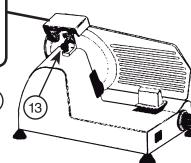

Fig. 3
- Tourner le bouton de verrouillage (13) pour verrouiller l'ensemble (Fig. 3).